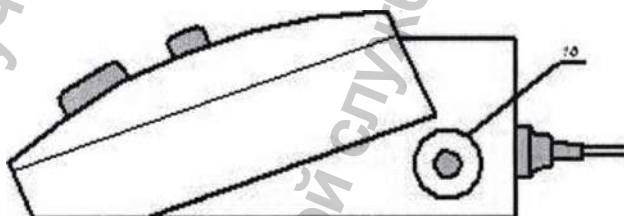

Рисунок 3. Аппарат для лечения токами надтональной частоты, местной дарсонвализации, гальванизации и проведения электрофореза «УльтраДар-ЭМА-Н». Вид справа.
- 8.4.2 Вставить штекер электрододержателя в разъем (1) расположенный на правой боковой стороне аппарата (рис.3).